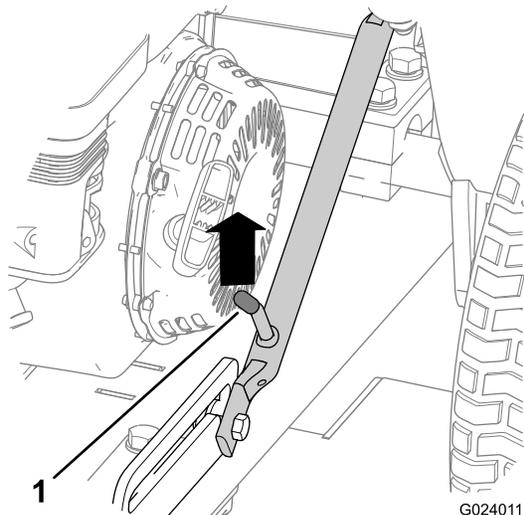
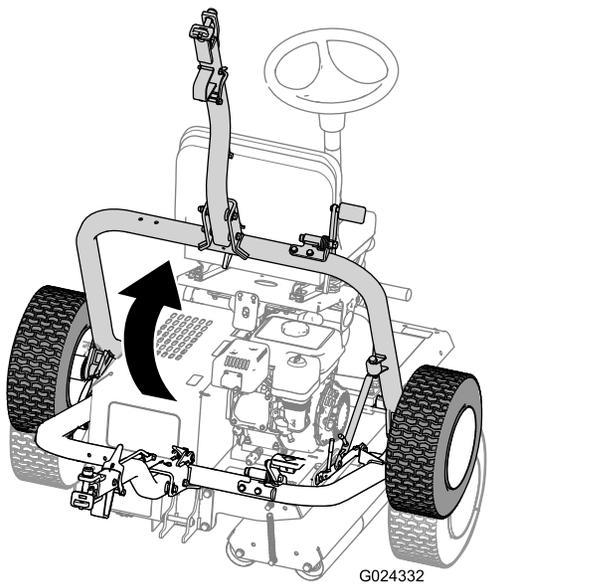

Figura 25
Figura 29
- A. Empurre a estrutura de engate até desbloquear a alavanca de trinco do bloqueio de deslizamento (Figura 25).
- D. Levante o engate (Figura 29) até a alavanca de trinco ficar bloqueada no bloqueio de deslize (Figura 25).